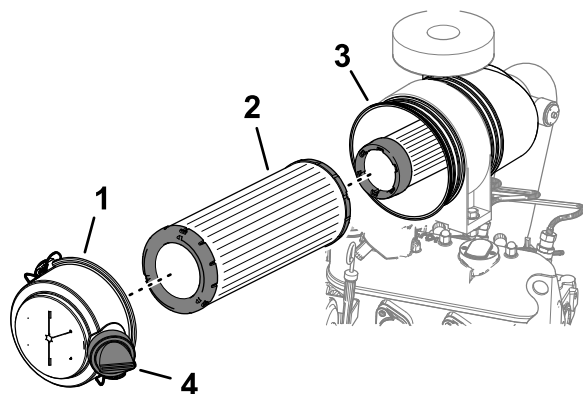

Figura 62
5. Togliete il filtro primario dell'aria (Figura 62).